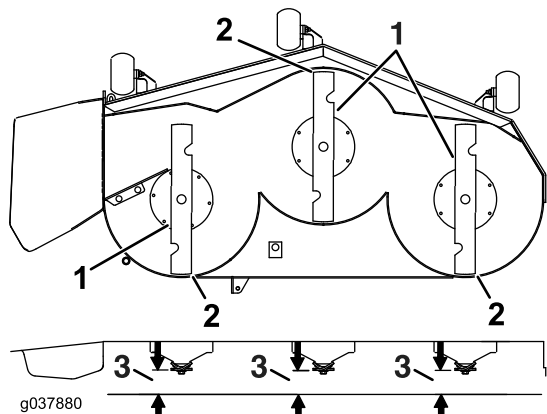

Figura 80
7. Verifique a nivelção da lâmina da frente para trás (Figura 80). Certifique-se de que a extremidade da lâmina dianteira é inferior à extremidade da lâmina traseira como se mostra na tabela da altura do calço e ancinho. Se necessitar de ajuste, continue com o procedimento.